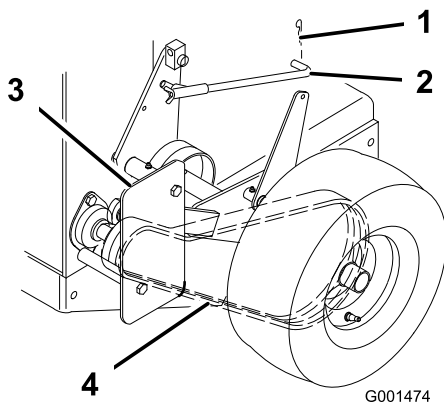

Figura 36
3. Retire el pasador de horquilla que sujeta la varilla del freno al brazo del freno para aliviar la tensión del tensor de la correa (Figura 36).
4. Retire el perno inferior y afloje el perno superior del protector para poder girarlo y facilitar el acceso a la correa (Figura 36).
5. Eleve la correa, desacóplela de la polea tensora y retírela de la polea de transmisión (Figura 36).
8. Sujete el protector con el perno que retiró anteriormente y apriete los pernos (Figura 36).
9. Sujete la varilla del freno al brazo del freno con el pasador de horquilla (Figura 36).